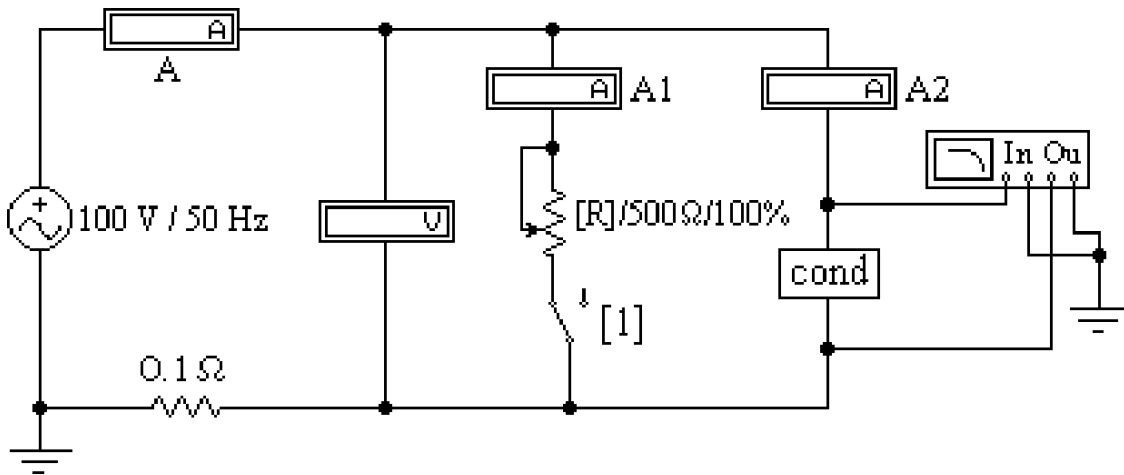

Рис. 3.3
Схема активно-емкостной цепи, исследуемой в работе, показана на рис. 3.3. Питание осуществляется от источника синусоидального напряжения с частотой 50 Гц и действующим значением напряжения 100 В.
1.1. Открыть файл *LW3a* и извлечь из поля компонентов *Favorites* блок *cond*, соответствующий номеру своего варианта. Собрать остальную часть схемы, показанной на рис. 3.3.